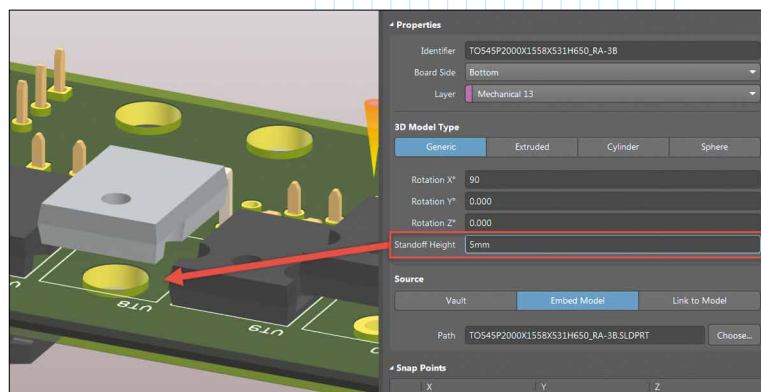

Рис. 11. Координата Z модели компонента
- встраиваемые компоненты – нет возможности передавать координату Z (рис. 11);